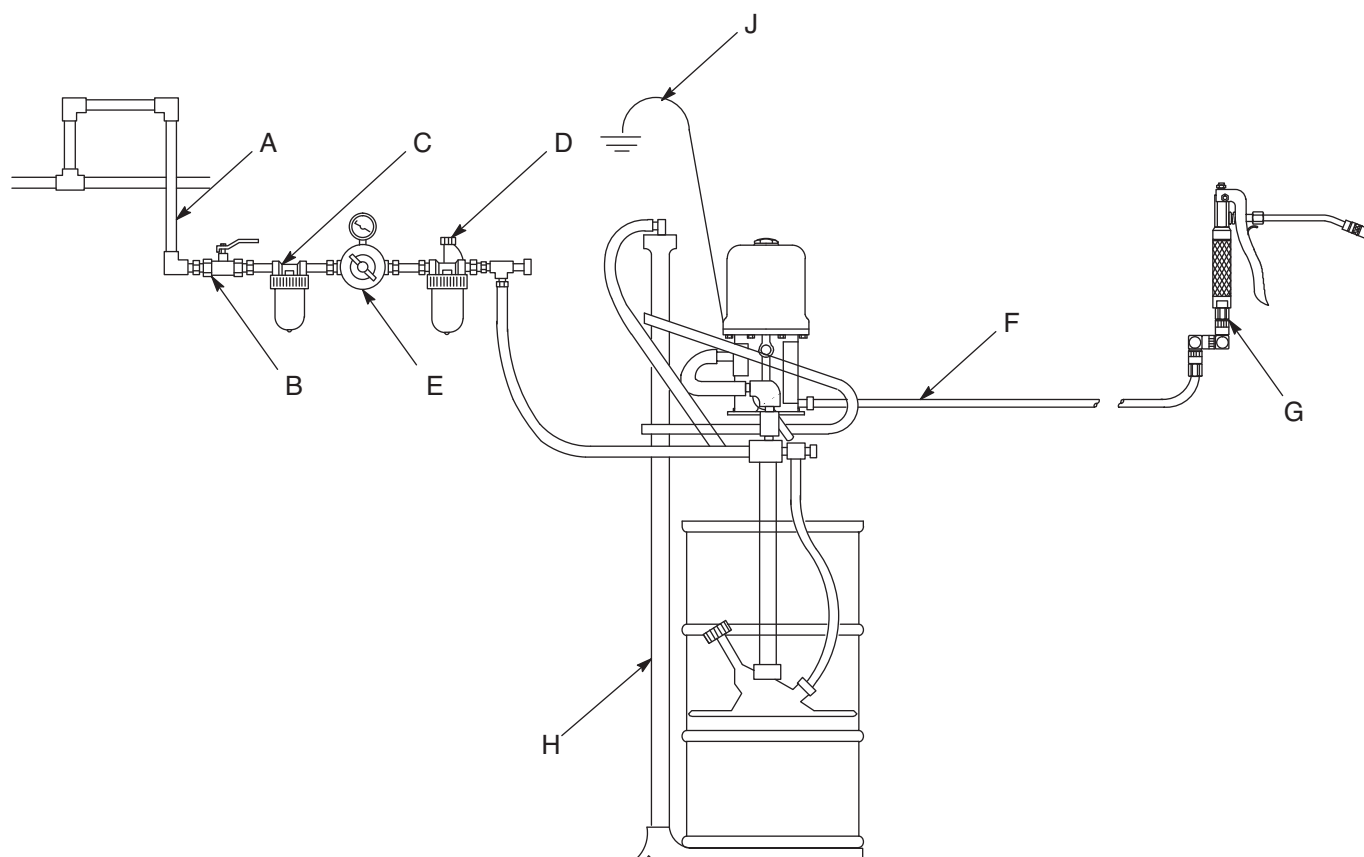

РИС. 2. Стандартная установка
Установите вспомогательные принадлежности для линии подачи воздуха в порядке, приблизительно соответствующем указанному на РИС. 2. Установите главный воздушный клапан стравливающего типа (B) в доступном месте на насосе выше регулятора давления воздуха. Установите воздушный фильтр (C) для удаления вредных загрязняющих веществ и влаги из подаваемого сжатого воздуха. Для автоматической смазки пневмодвигателя установите лубрикатор линии подачи воздуха (D) рядом с отверстием впуска воздуха в насос. Установите регулятор давления воздуха (E) для управления скоростью работы насоса.
Используйте регулятор давления воздуха (E) для управления скоростью насоса и давлением жидкости. См. рис. 2. Всегда устанавливайте самое низкое давление, необходимое для получения требуемых результатов.